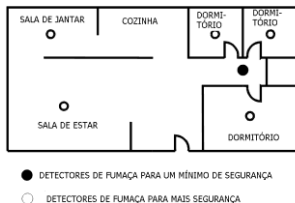

Figura 1: Locais de instalação para detectores de fumo e calor em apartamentos ou casas para uma família com apenas uma área de dormitório.
- Instale um detector de fumo e calor no corredor externo de cada área separada de dormitórios (*ver Figura 1*). Em habitações que têm duas áreas com quartos, dois detectores serão necessários.